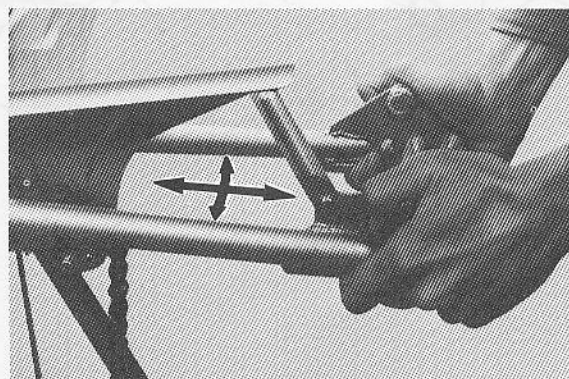

Fig. 5-9-1
1. With rear wheel and shock absorbers removed, grasp the ends of the arm and move right and left and back and forth to check for freeplay. (Fig. 5-9-1)
1. La roue arrière et les amortisseurs étant démontés, saisir les extrémités du bras et le déplacer de droite à gauche et en avant pour vérifier le libre jeu. (Fig. 5-9-1)